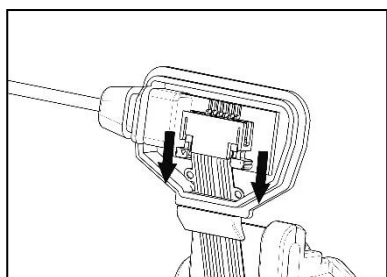

Fig. 4
4. Heben Sie die beiden schwarzen Flexkabel-Befestigungshaken an, um so das Flexkabel der Tastenvorrichtung entfernen zu können (Abb. 4).
4. Lift up the two black hooks that hold down the keypad flex to allow its removal (Fig. 4).
4. Sollevare i due ganci neri ferma flex per consentire la rimozione del flex tastiera (fig. 4).
4. Soulever les deux crochets noirs bloque-câble pour retirer le câble plat flexible du pavé (Fig. 4).